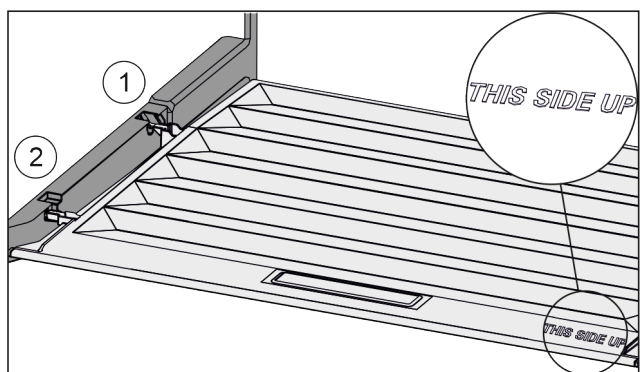

Fig. 142
- ▶ Deckelstege über Öffnung der hinteren Halterung Fig. 142 (1) einführen und vorne in Halterung Fig. 142 (2) einrasten.